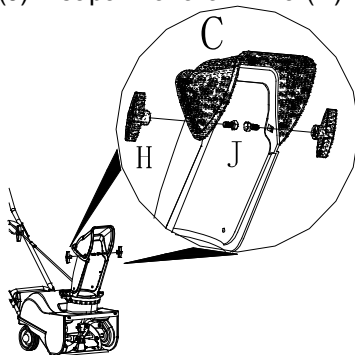

Рис. 7
5. Произведите сборку щитка разгрузочного желоба (C) (Рис.7). Установите щиток (C) на разгрузочный желоб (4), закрепите его при помощи 2 болтов (J) и барашкового винта (H).